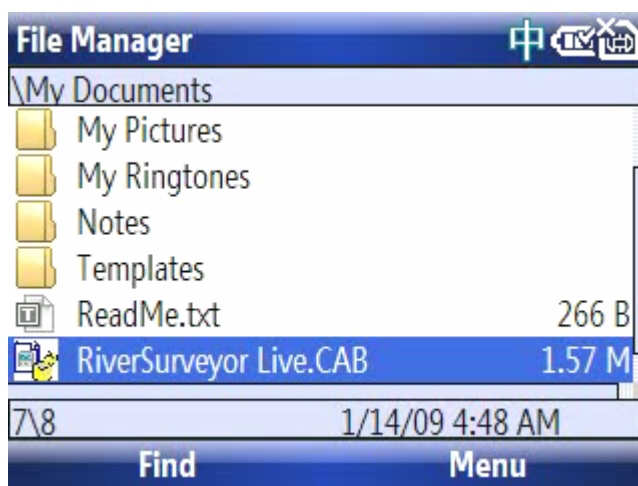

图 50. 文件管理菜单 - My Documents
3. 在你的计算机上，打开 ActiveSync 软件（参见图 50）。